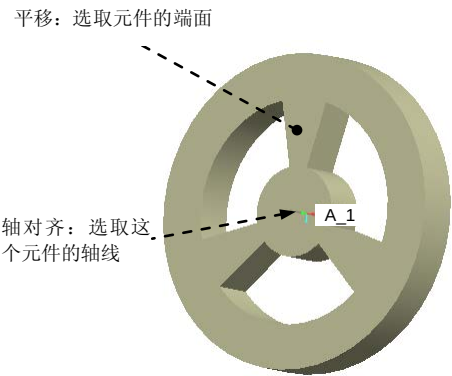
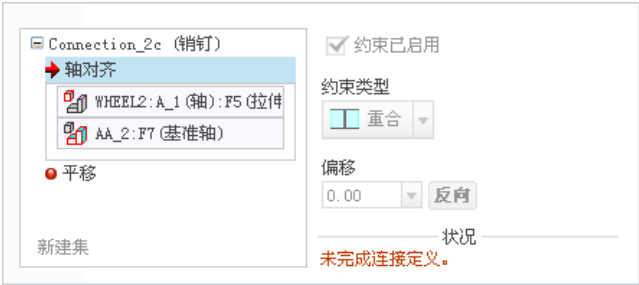
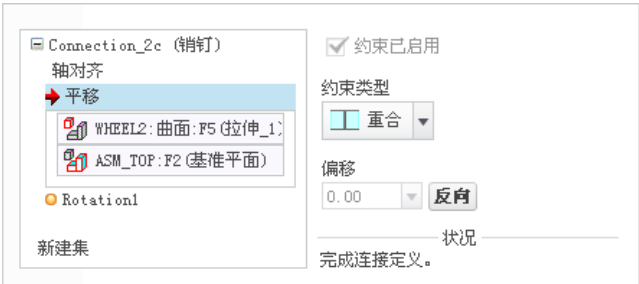

图 9.8.7 装配轮 2
图 9.8.8 “轴对齐”约束参考
图 9.8.9 “平移”约束参考
(3) 定义“轴对齐”约束。在“放置”界面中单击  轴对齐选项, 然后分别选取图 9.8.7 中的轴线和模型树中的 AA_2 基准轴(元件 WHEEL2 的中心轴线和 AA_2 基准轴线),  轴对齐约束的参考如图 9.8.8 所示。
(4) 定义“平移”约束。分别选取图 9.8.7 中的元件的端面 and 模型树中的 ASM_TOP 基准平面(元件 WHEEL2 的端面和 ASM_TOP 基准平面), 以限制元件 WHEEL2 在 ASM_TOP 基准平面上平移,  平移约束的参考如图 9.8.9 所示。